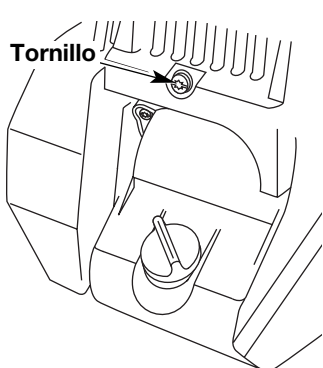

Fig. 35
3. Saque el tornillo que está detrás de la cubierta del motor (Fig. 35).
6. Saque la cubierta del motor (Fig. 35).